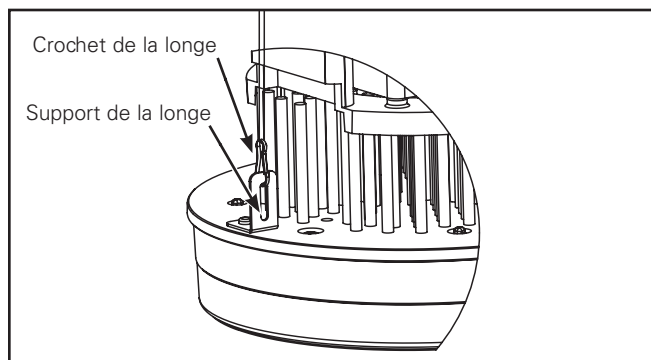

Figure 6.
3. Alignez correctement le connecteur comme indiqué (Figure 6). Branchez la prise de débranchement rapide du luminaire sur le module.